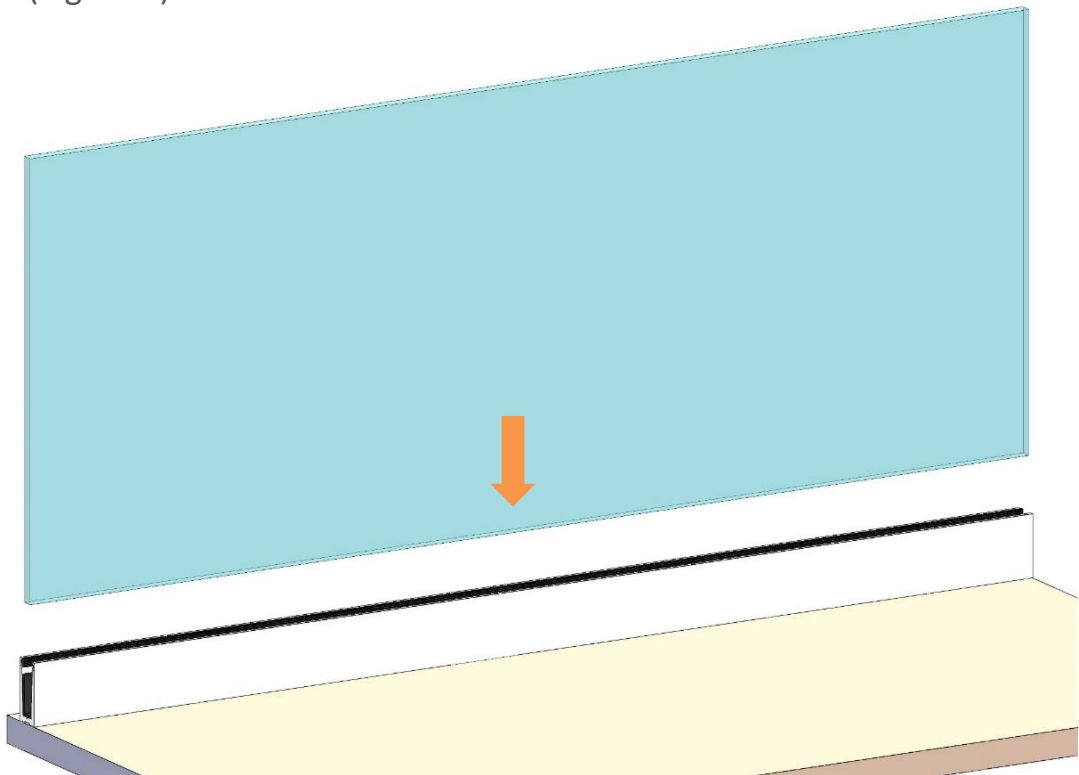

Figura 7
- Insertar el vidrio en el interior del perfil "U", dejándolo apoyado en el asiento de vidrio (Figura 7).